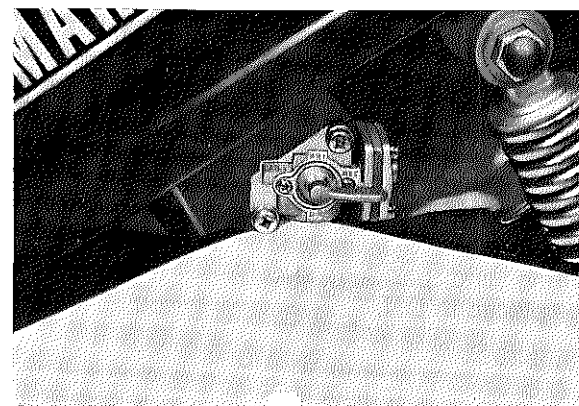

Fig. 5-9-3
- Impurities exist between the valve seat and valve. (Fig. 5-9-3)
- Corps étranger entre la valve et son siège. (Fig. 5-9-3)
- Verschmutzungen zwischen Ventilsitz und Ventil. (Fig. 5-9-3)